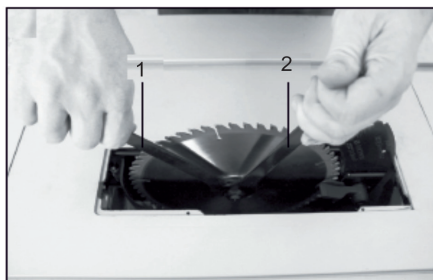

Рис. 26
4. С помощью ключей 1 и 2 (рис. 26) отверните гайку крепления диска, снимите шайбу, снимите пильный диск.